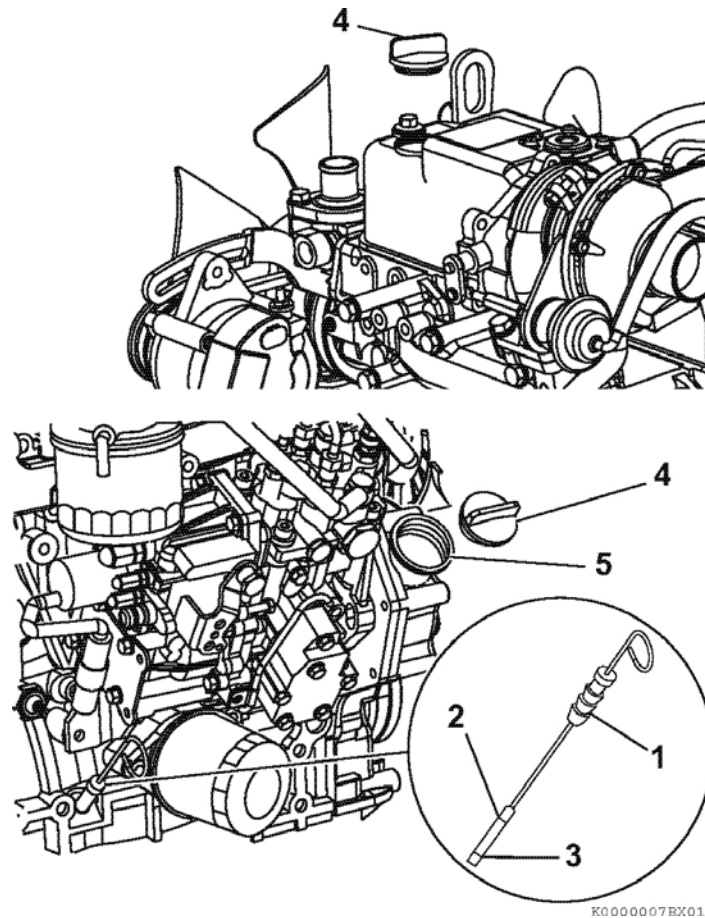

Рисунок 38
8. Моторное масло доливается через маслоналивную горловину (Рисунок 38 (5)) по мере необходимости, чтобы уровень масла находился между верхней отметкой максимум (Рисунок 38 (2)) и нижней отметкой минимум (Рисунок 38 (3)) на масляном щупе (Рисунок 38 (1)).
9. Полностью вставьте щуп обратно (Рисунок 38 (4)). Если моторное масло пролилось, вытрите его чистой тряпкой.